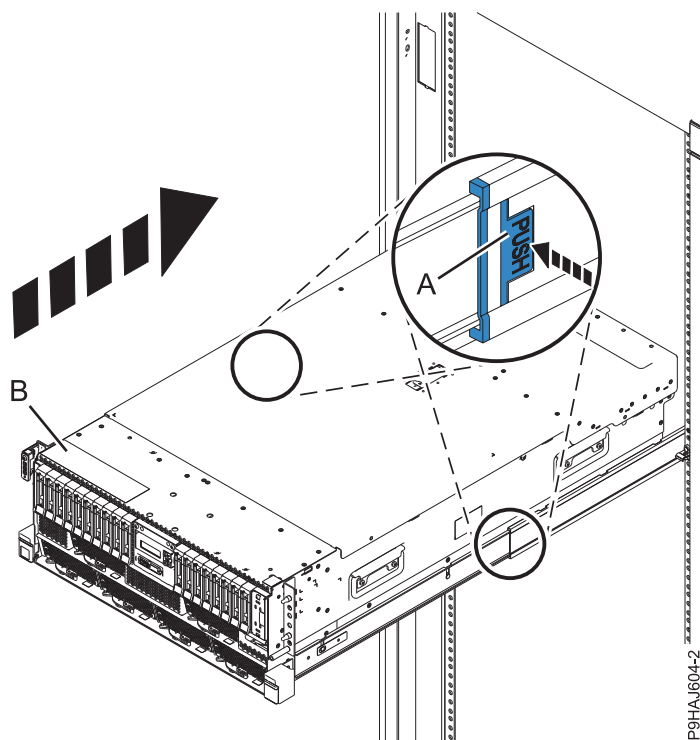

Abbildung 68. System in die Betriebsposition bringen
2. Entsperren Sie bei einem Einschubsystem die blauen Schienensicherheitsverriegelungen (A), indem Sie sie nach innen drücken (siehe Abb. 68 auf Seite 90). Stellen Sie sicher, dass sich die Kabelträger frei bewegen können. Stellen Sie sicher, dass sich die Kabel an der Rückseite des Systems nicht verfangen, wenn Sie die Systemeinheit in die Betriebsposition bringen.